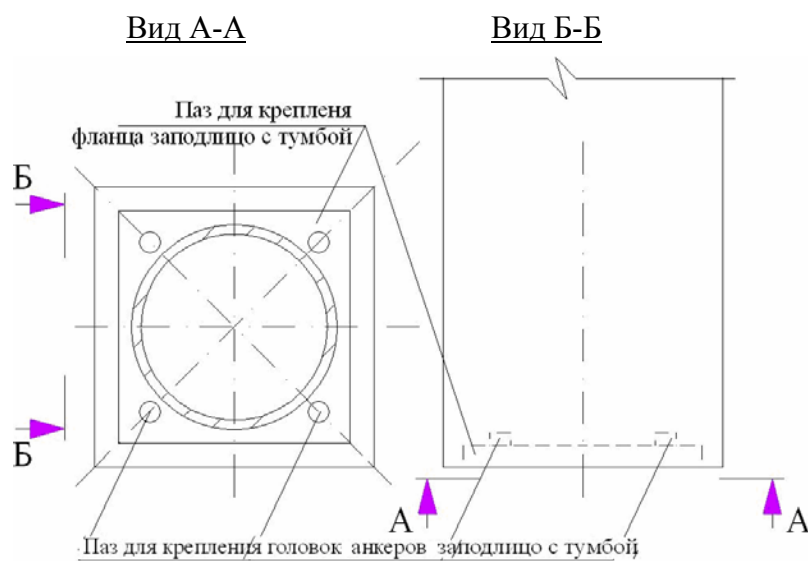

Рис. 9
**ВНИМАНИЕ:** При недостаточном диаметре трубы расположенной в тумбе, для крепления её заподлицо к основанию, необходимо, выполнить на нижнем торце тумбы паз, по глубине и размерам соответствующий фланцу. (См. Рис. 9)